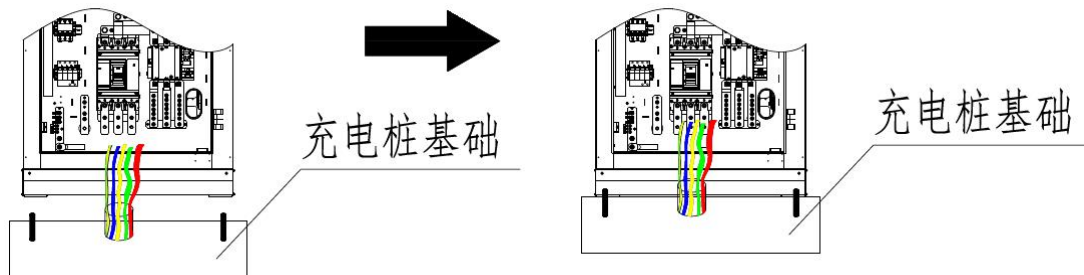

图 11
- 将预留的电缆从充电桩底部的进线口穿过，慢慢降下充电桩，将多余的电缆从前门拉出，充电桩底部螺栓孔和基础上 4 个膨胀螺栓对准后将充电桩放置基础上。（如图 11）